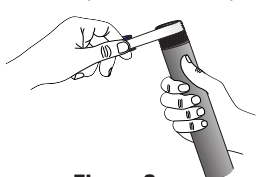

Figura 2
3. Envuelva el extremo roscado del tubo de aspiración con 3 o 4 vueltas de cinta de rosado (vea la figura 2). Enrosque el tubo de aspiración en la parte inferior del adaptador y fíjelo a mano hasta que quede ajustado.